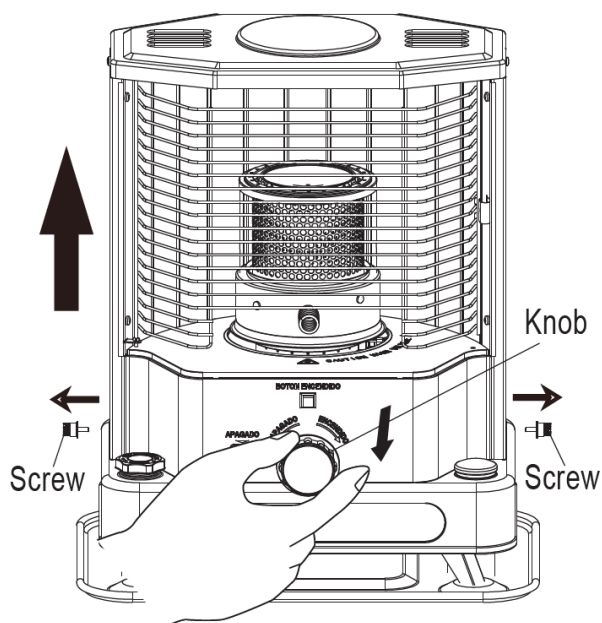

Bild 13
2. Dra försiktigt bort reglaget från värmaren. Använd en skruvmejsel för att lossa och ta bort skruvarna på varje sida av värmarens hölje. Använd bärhandtaget för att lyfta höljet rakt uppåt och ut ur värmaren (bild 13).